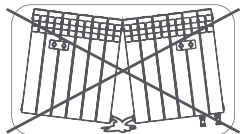

рис. 2
- Для монтажа радиаторов с числом секций до 12 используйте 2 кронштейна, для 12 и более 3 кронштейна (2 сверху, 1 снизу) (рис. 2).